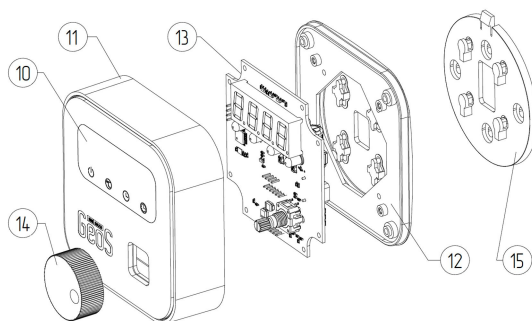
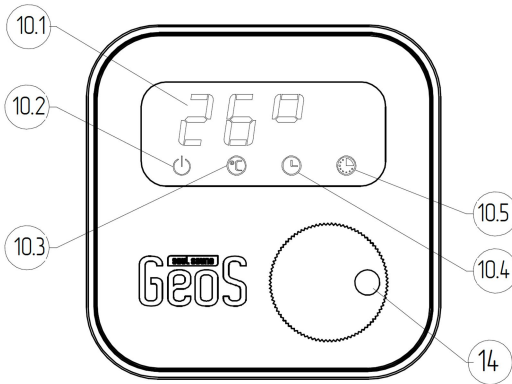

Рис.2 Блок управления
Рис. 3 Лицевая панель
**Блок управления (рис. 2) состоит из:**
- стекло (10);
- корпус (11);
- задняя стенка (12)
- плата управления (13);
- ручка энкодера (14);
- кронштейн крепления к стене (15).
**Лицевая панель блока управления (рис.3) состоит из:**
- энкодер (14),